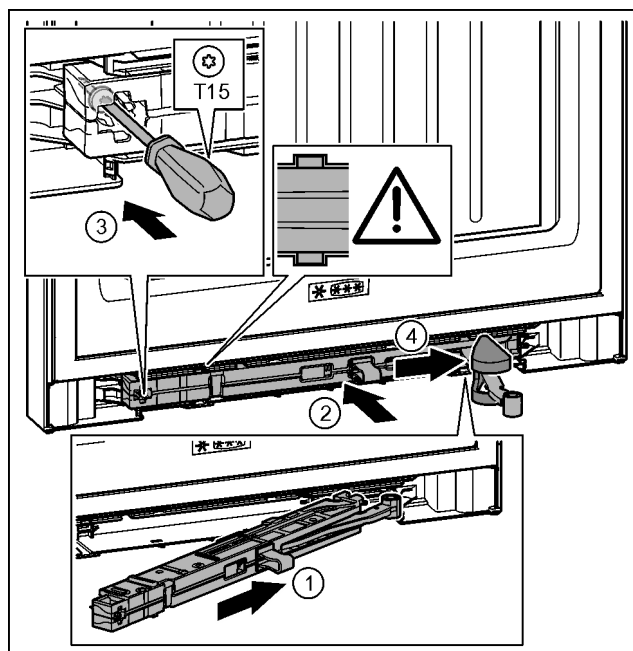

Fig. 39
- ▶ Amortyzator zamykania drzwi po stronie płytki zawiasu wsunąć ukośnie w zagłębienie aż do oporu. Fig. 39 (1)
- ▶ Amortyzator zamykania drzwi wsunąć całkowicie w zagłębienie. Fig. 39 (2)
- ▶ Śrubę przykręcić przy pomocy śrubokręta T15. Fig. 39 (3)
- ▶ Ostonę wsunąć na przegub. Fig. 39 (4)